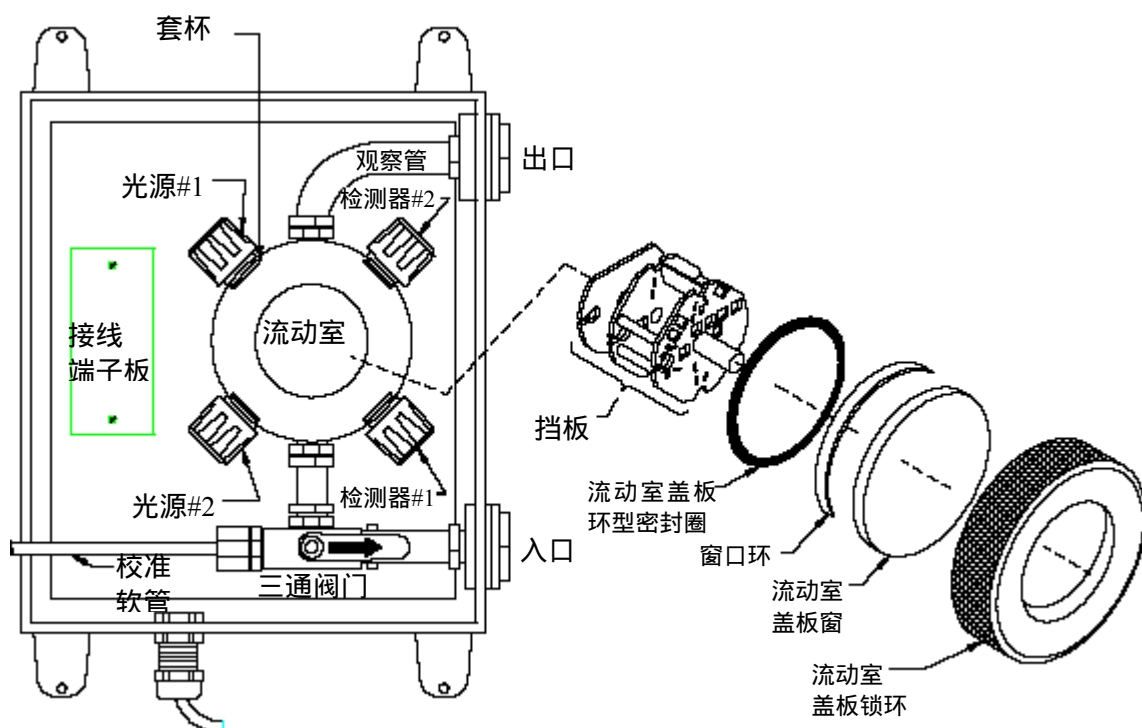

图4-2 高压设计传感器——零件说明图
**注意：**对于高压设计的传感器（图 4-2），通过逆时针旋松锁环来将流动室盖板的锁环和观察窗拆下。
**注意：**对于高压设计的传感器(图 4-2)，通过逆时针旋松锁环来将流动室盖板的锁环和观察窗拆下。